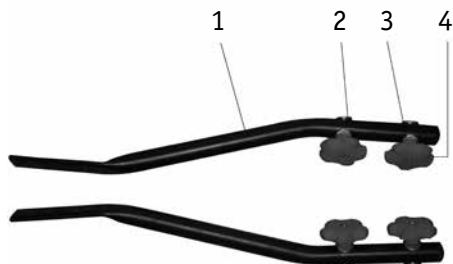

Рис. 4.1
Снимите четыре пластиковые ручки (4), шайбы (3) и болты (2) с каждой стороны нижних рукояток **(рис. 4.1)**. Совместите верхние рукоятки (5) с нижними (1). Зафиксируйте болтами и гайками **(рис. 4.2)**.